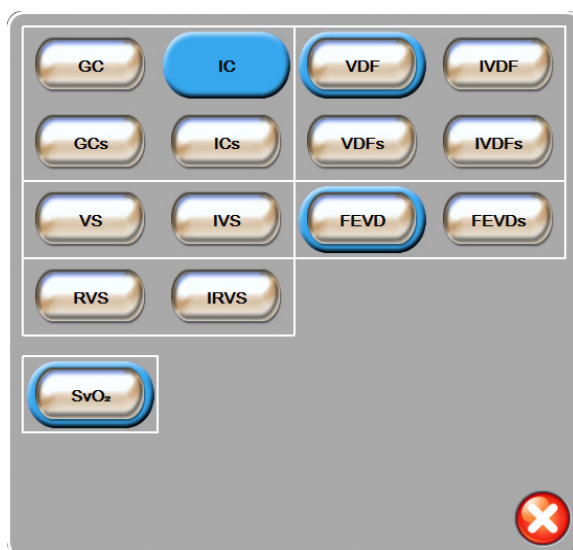

Figura 5-4 Ejemplo de ventana emergente de selección de parámetros clave
- 2 Una ventana emergente mostrará el parámetro seleccionado resaltado en color y otros parámetros mostrados en ese momento rodeados en color. Los parámetros disponibles aparecen en la pantalla sin ningún resaltado. La Figura 5-4 muestra la ventana emergente que aparecerá al seleccionar parámetros continuos y la monitorización con el módulo Swan-Ganz de HemoSphere.